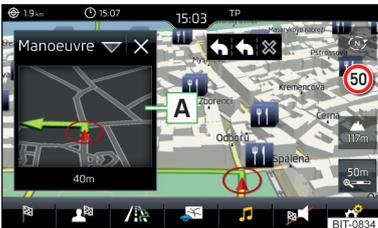

Fig. 156
El Infotainment ofrece la posibilidad de visualizar en la ventana adicional **Posición** » fig. 156 de la pág. 145 las siguientes informaciones sobre la posición actual geográfica del vehículo, así como la señal del satélite.
- › Para **selección del contenido** de la ventana adicional **A** » fig. 156, pulsar la superficie funcional y seleccionar uno de los siguientes menús dependiendo del contexto.